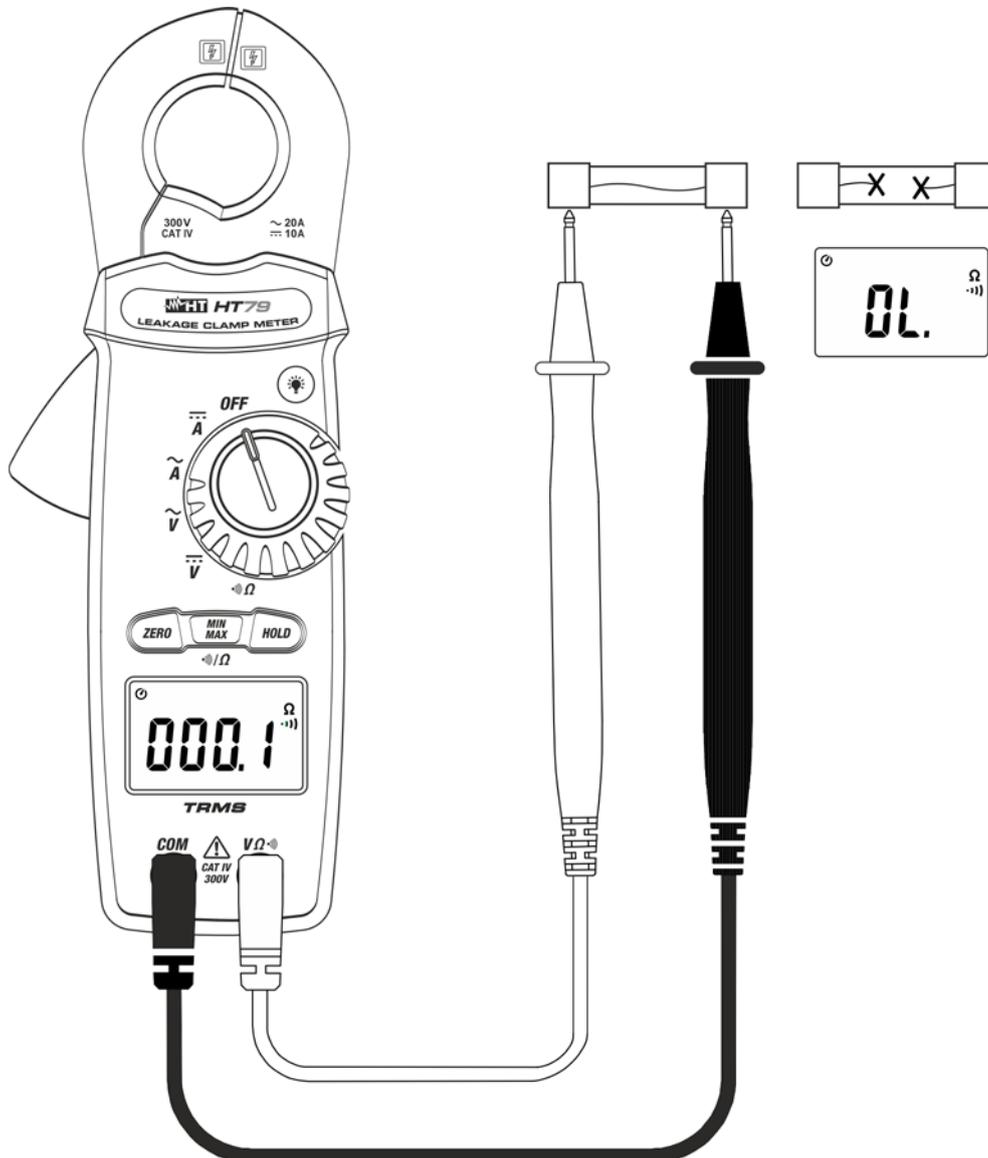

Fig. 7: Uso dello strumento per Test continuità
3. Inserire il cavo rosso nel terminale di ingresso **V Ω** e il cavo nero nel terminale di ingresso **COM** ed eseguire il test di continuità sull’oggetto in prova (vedere Fig. 7). Il cicalino emette un segnale acustico quando il valore della resistenza misurata è inferiore a circa 100Ω